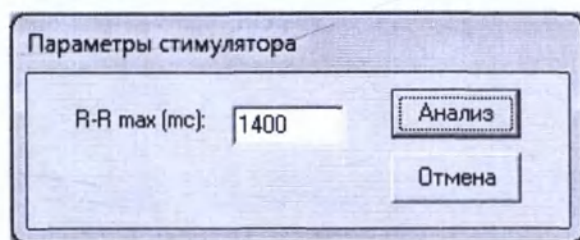

Рисунок 3.15 – Окно “Параметры стимулятора”
- для анализа работы кардиостимулятора. При нажатии на эту кнопку появляется окно **“Параметры стимулятора”** (рис.3.15), в котором необходимо ввести максимальный RR интервал (Если RR интервал в ЭКГ превышает указанное значение, то в зависимости от наличия в этом интервале импульса кардиостимулятора, фиксируется событие **“Нет детекции”** (отсутствует импульс кардиостимулятора) или **“Нет навязанного QRS”** (импульс кардиостимулятора не вызывает появление QRS-комплекса).